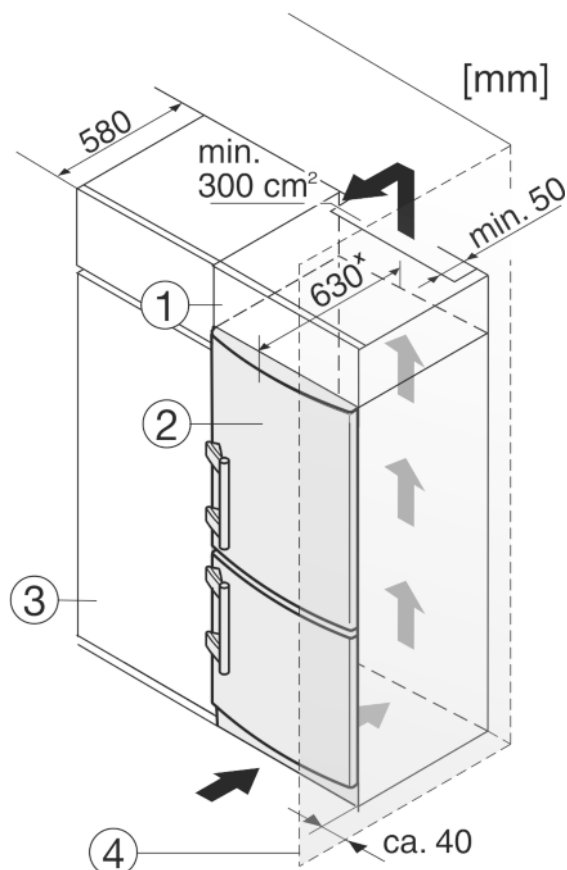

Fig. 12
L'apparecchio può essere incassato nell'arredamento per la cucina. Per adattare l'apparecchio Fig. 12 (2) all'altezza della cucina componibile, è possibile applicare sopra l'apparecchio un adeguato mobile da appoggio Fig. 12 (1).
Si la cocina posee armarios (profundidad máx. 580 mm), el aparato se puede colocar directamente junto al armario de cocina Fig. 12 (3). El aparato sobresale 34 mm* por los lados y 50 mm* en el centro del aparato respecto al frente del armario de cocina.
Se l'apparecchio con cerniere viene installato accanto ad una parete Fig. 12 (4), la distanza minima fra l'apparecchio e la parete deve essere almeno di 40 mm, che corrisponde alla sporgenza della maniglia con la porta aperta.